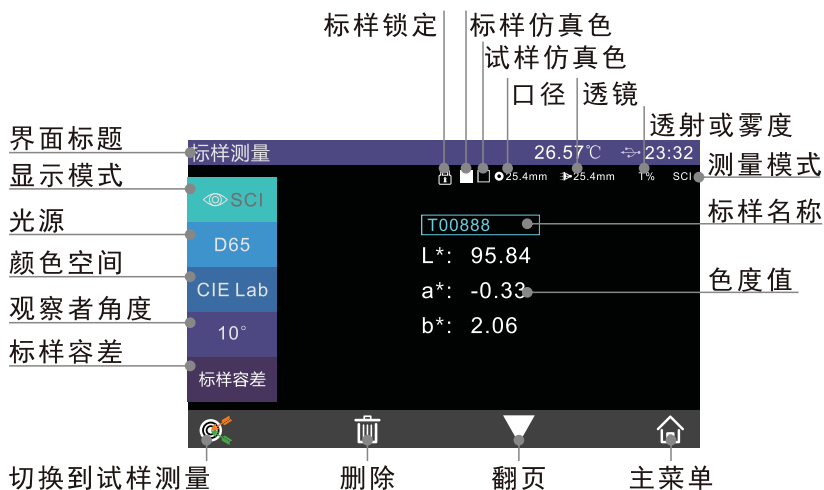
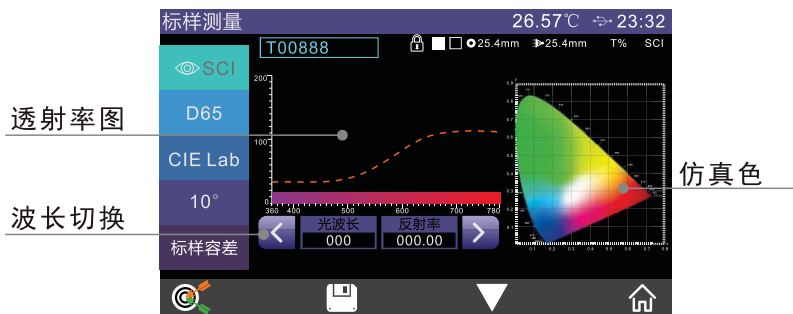

图13 标样测量界面
图14 标样透射率光谱图界面
上述准备工作完毕，进入标样测量界面（图2），将被测样品放置于仪器测试口，短按测量键开启测量，蜂鸣器发出“滴”的响声，同时伴随LED指示灯闪烁，直到闪烁停止，蜂鸣器再次发出“滴”的响声，即本次测量完成。测量完成后界面如图13、图14所示。
- (19) 波长切换按钮：点击“◀”或“▶”按钮，当前测量标样光波波长、标样反射率、标样反射率以间隔10nm的差值进行切换，如图14所示。